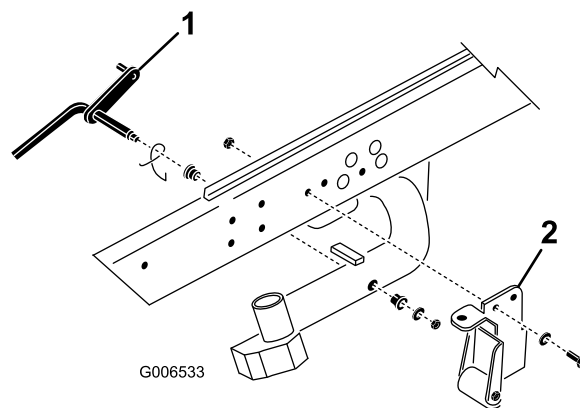

Figura 3
1. Retire la contratuerca y la arandela que sujetan el pivote al brazo de elevación N° 2 (Figura 3). Retire el pivote y el muelle del brazo de elevación. Repita el procedimiento en los brazos de elevación N° 1 y N° 3.